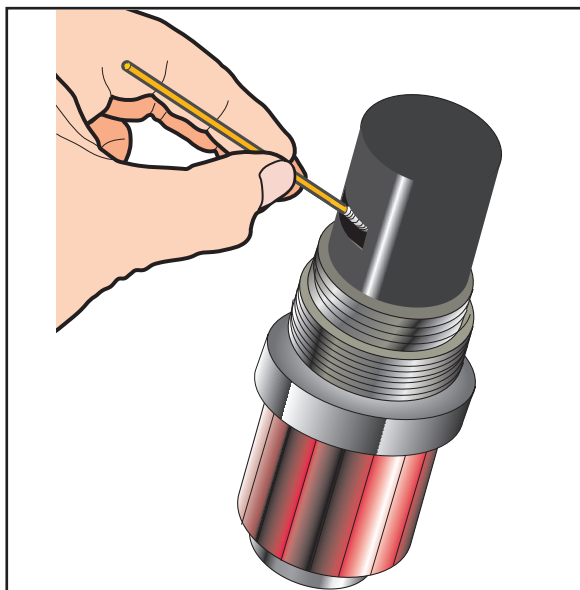

Abbildung 25 Reinigung des Sensorspiegels
1. Ist das Netzkabel an einer abgesicherten Steckdose angeschlossen, schalten Sie die Netzspannung aus, ziehen Sie das Netzkabel ab, überprüfen Sie die Sicherung und tauschen diese falls erforderlich aus. Sollte das Gerät nach dem Austausch der Sicherung und Einschalten der Netzspannung immer noch nicht funktionieren, so ist Folgendes zu tun (siehe Abb. 25).